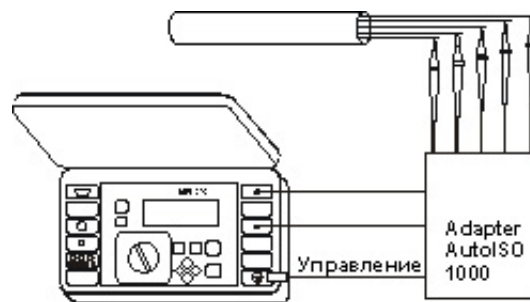

Рис.30. Измерение сопротивления изоляции многожильных кабелей
- подсоединить измерительные провода в соответствии с Рис.30, провод управления адаптера AutoISO 1000 подключить к гнезду [2] измерителя, гнезда [4] R_{ISO+} и [5] R_{ISO-} с соответствующими разъемами адаптера, измерительные провода адаптера с соответствующими жилами измеряемого кабеля, если первая пара жил под измерительным напряжением, его величина измеряется и отображается;